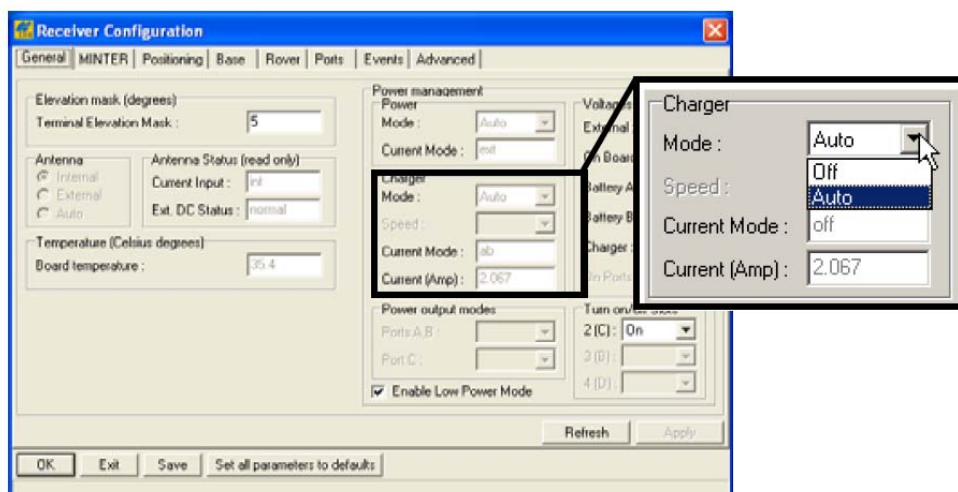

Рисунок 2-10. Выбор режима зарядного устройства
4. В области *Charger* (Зарядное устройство) щелкните на выпадающем списке *Mode* (Режим) и выберите в нем нужный режим зарядки (см. рис. 2-10). Поле *Current Mode* (Текущий режим) указывает на заряжающуюся батарею: a, b или off (батареи не заряжаются).